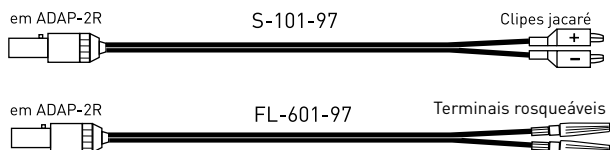

Figura 13: Cabo de uso único da Remington Medical Inc. (apenas EUA)
- O **cabo adaptador ADAP-2R** é um cabo reutilizável para a conexão dos cabos de uso único conforme figura 13 (apenas para EUA) com o Reocor D (usar adaptador Redel).